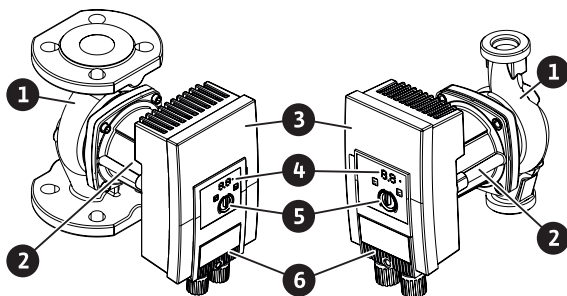

Fig. 1: Oversigt over pumpen
På motorhuset befinder der sig et reguleringsmodul (Fig. 1, pos. 3), som regulerer pumpen og stiller en SSM-grænseflade til rådighed. Alt efter valgt anvendelse eller reguleringsfunktion reguleres der ud fra hastighed eller differenstryk. Ved alle differensstrykreguleringsfunktioner tilpasser pumpen sig hele tiden anlæggets skiftende ydelsesbehov.